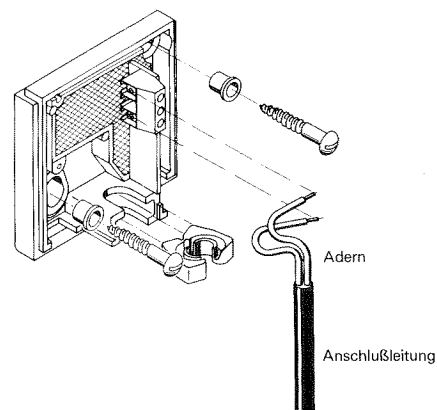

Abb. 3.3
2. Die Kunststofftülle in die Bohrung im Sockel stecken (in beiden Bohrungen müssen die Kunststofftüllen eingesteckt sein). Den Sockel mit den beiden Schrauben so an der Wand befestigen, daß die Leitungseinführung nach unten zeigt (Abb. 3.3).
3. Die Leitungstülle auf die Leitung stecken und in den Sockel schieben. Die Leitung an die beiden Anschlußklemmen anschließen. Die Adern sind vertauschbar (Abb. 3.3).